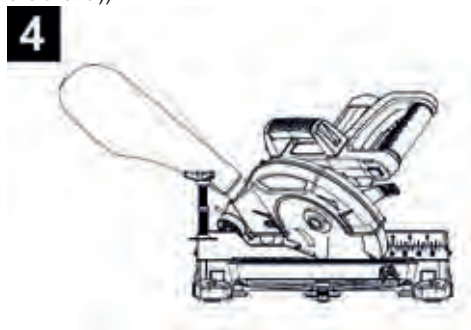

Рисунок 4
3.4.4 Изделие имеет конструкцию, позволяющую делать пропилы под наклоном за счет изменения углов наклона режущей головки и поворотного стола (рисунок 4, показано одно из возможных транспортировочных положений изделия (максимальные углы наклона режущей головки и поворотного стола)).